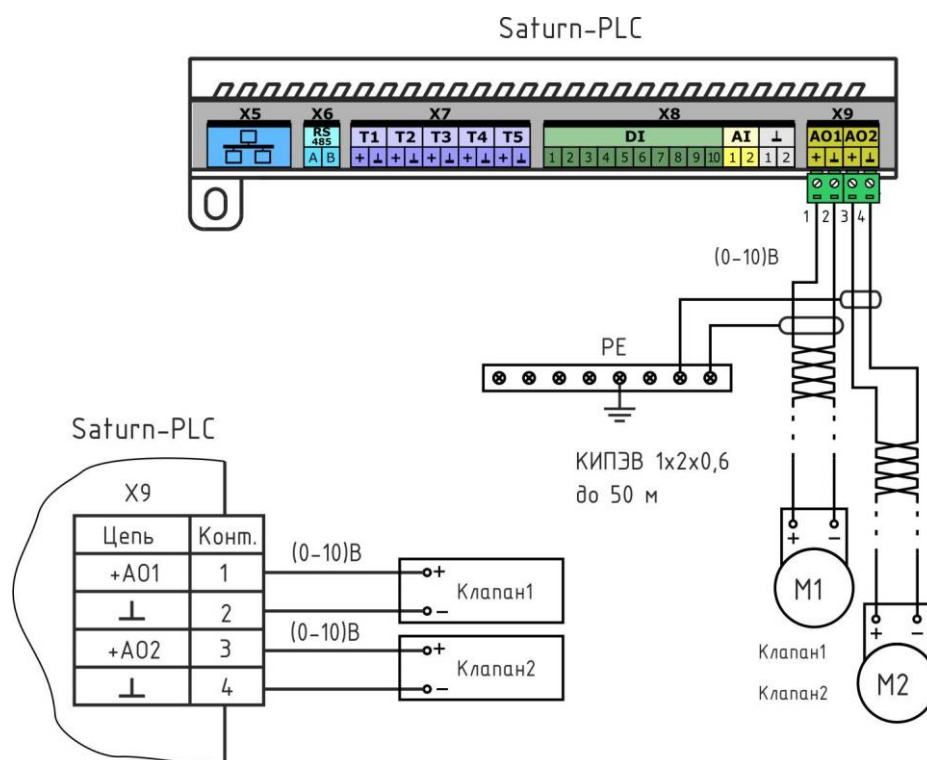

Рисунок 9 – Подключение аналоговых выходов (0-10) В
24. В некоторых случаях исполнительные механизмы имеют вход управления уровнем постоянного напряжения (0-10) В, например, преобразователь частоты вращения насоса (рисунок 9). Контроллер имеет два выхода, формирующих постоянное напряжение в диапазоне (0-10) В на нагрузке не менее 2 кОм. Цепь управления исполнительного механизма подключается к ответной части клеммного соединителя разъема X9 «под винт». Если кабель связи с имеет длину более 15 м или проходит рядом с силовым кабелем, то рекомендуется использовать экранированный кабель «витая пара», например, КИПЭВ 1х2х0,60 длиной до 50 м.